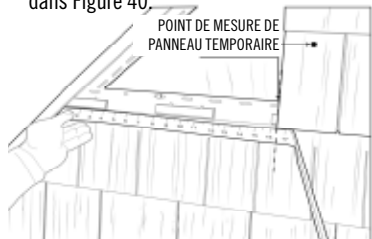

Figure 40
3. Mesurer de l'intérieur de la Moulure en J jusqu'au bout de la retaille de panneau. Rappel : mesurer le long de la ligne 4,76 cm (1 7/8 po) comme dans Figure 40.